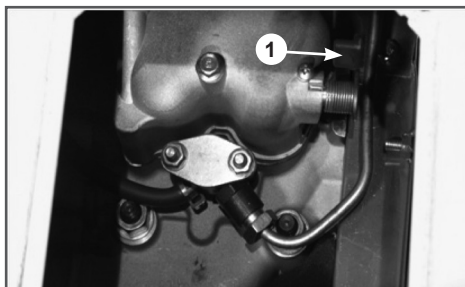

Рис. 13 Рычаг декомпрессора
- Нажмите вниз рычаг декомпрессора (Рис. 13 п. 1) и, при нажатом вниз рычаге декомпрессора, прокручивайте двигатель электростартером, до тех пор, пока из ослабленного соединения штуцера насоса и трубки высокого давления топливо не начнет выходить без пузырьков воздуха. При возникновении трудностей выполните данную операцию с помощником.